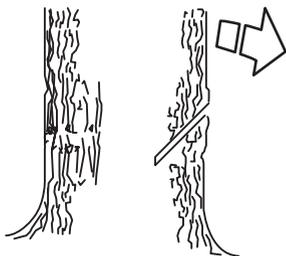

Рисунок 12 — Верхний пропил
- Чтобы сделать направляющую зарубку, необходимо вначале сделать верхний пропил. Пользуясь нижней кромкой шины направляющей (ведущей частью цепи пильной), сделайте пропил сверху вниз под углом примерно 45 градусов и под прямым углом (см. рис. 12) к выбранному направлению падения.